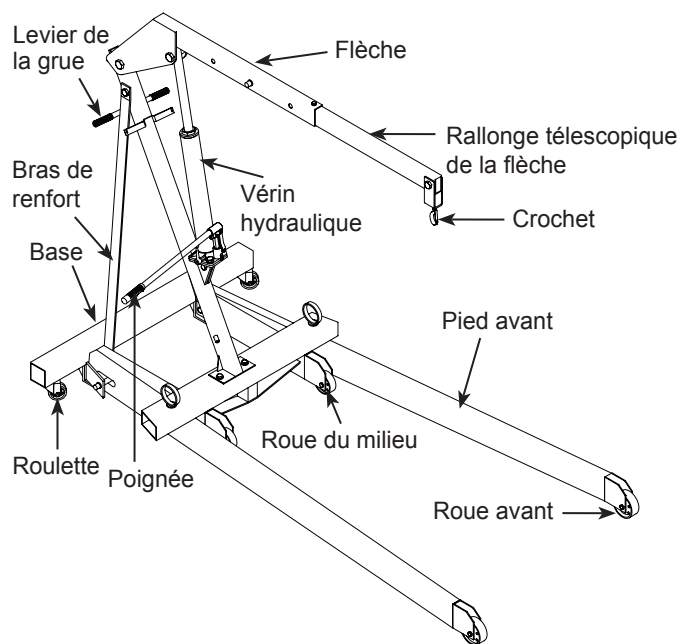

Figure 1 : Pièces du modèle 44010
1. Assurez-vous d'avoir toutes les pièces en votre possession (voir les figures 1 et 3). Si des pièces sont manquantes ou endommagées, contactez le service à la clientèle.
2. Fixez les roulettes (2) à la base (1) à l'aide de boulons M8 x 16 et de rondelles (4 et 3), puis fixez les roues de 8,89 cm (3-1/2 po) (5) à l'aide de boulons, de rondelles et d'écrous (9, 10 et 11).
3. Fixez les roues de 12,7 cm (5 po) (13) aux pieds avant (12) à l'aide de boulons, de rondelles et d'écrous (9, 10 et 11).
4. Fixez les deux pieds avant (12) à la base (1) à l'aide d'une goupille, d'une attache en « E », d'une goupille fendue et d'un boulon de blocage (14, 15, 16 et 17).
5. Fixez la colonne (18) à la base (1) à l'aide de deux boulons et écrous (20 et 10). La colonne doit pencher vers l'arrière de la base comme illustré. Serrez les écrous à la main.
6. Fixez deux tiges de renfort (21) à la colonne (18) à l'aide de boulons, de rondelles et d'écrous (22, 10 et 11). Serrez les écrous à la main.
7. Fixez la partie inférieure des tiges de renfort (21) à l'intérieur de la base (1) à l'aide de deux boulons et écrous (23 et 10).
8. Serrez tous les boulons de la colonne (18) à la base (1), aux tiges de renfort (21) à la colonne (18) et tiges de renfort (21) à la base (1).
9. Fixez le piston hydraulique (32) au support de montage (28) à l'aide de boulons, de rondelles et d'écrous (33, 34 et 35). La douille de la poignée du vérin hydraulique doit être orientée vers l'avant du cadre de la base comme illustré. Placez ensuite l'assemblage entre les pattes de montage sur la colonne (18) et fixez-le à l'aide d'un boulon, d'une rondelle et d'un écrou (29, 30 et 31). Serrez l'écrou. Appuyez l'assemblage du vérin hydraulique contre la colonne.
10. Raccordez la flèche (24) à la colonne à l'aide d'un boulon, d'une rondelle et d'un écrou (25, 26 et 27).
11. Tenez la flèche (24) et faites pivoter le vérin hydraulique (32) de façon à l'éloigner de la colonne. Fixez le vérin hydraulique (39) à la flèche à l'aide d'un boulon, d'une rondelle et d'un écrou (37, 30 et 31). Serrez l'écrou.